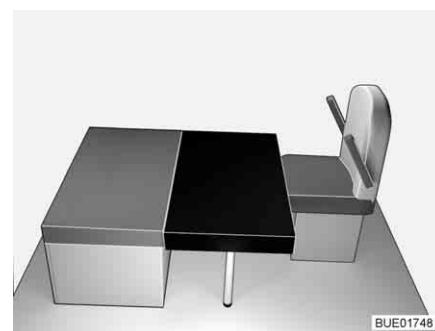

Fig. 137 Après la transformation
- Poser le coussin supplémentaire rectangulaire sur la table (devant le coussin d'assise de la banquette, voir Fig. 137). La découpe dans le coussin supplémentaire se trouve contre la paroi d'appui avant.